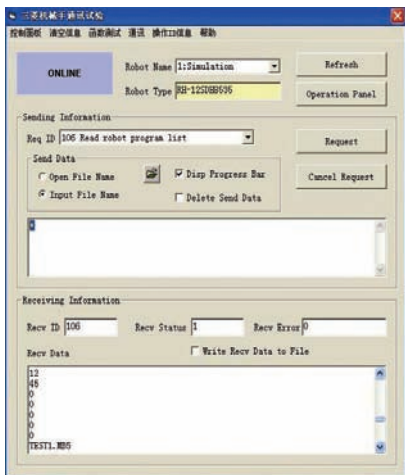

图 4
(2) 利用ID=106，读取机械手控制器中所有程序列表，在列表可以看到包含有TEST1.MB5的程序，如图4所示。